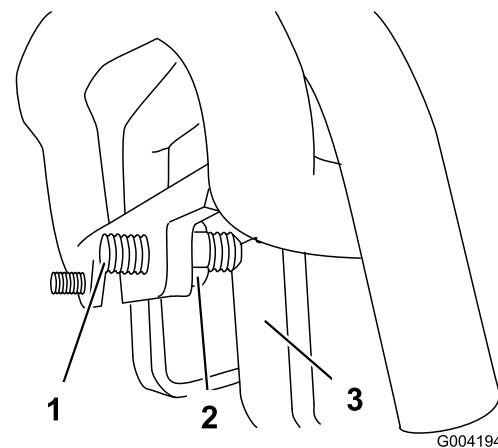

Figure 54
3. Si la machine se déporte vers la **gauche**, desserrez l'écrou de blocage **droit** et ajustez la vis de réglage de l'alignement à l'avant de la commande de déplacement (Figure 54).
4. Si la machine se déporte vers la **droite**, desserrez l'écrou de blocage **gauche** et ajustez la vis de réglage de l'alignement à l'avant de la commande de déplacement (Figure 54).